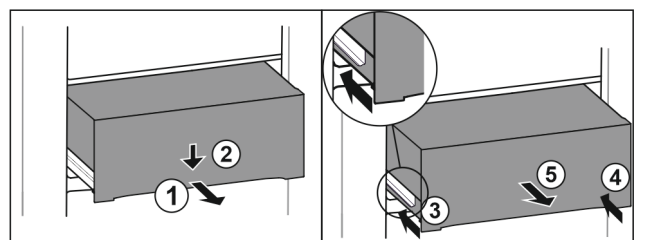

Fig. 111
- Tirer le tiroir jusqu'à mi-chemin. Fig. 111 (1)
- Appuyer sur l'avant du tiroir vers le bas. Fig. 111 (2)
- Insérer le rail gauche d'env. 2 cm. Fig. 111 (3)
- Insérer le rail droit d'env. 2 cm. Fig. 111 (4)
- Retirer le tiroir par l'avant. Fig. 111 (5)